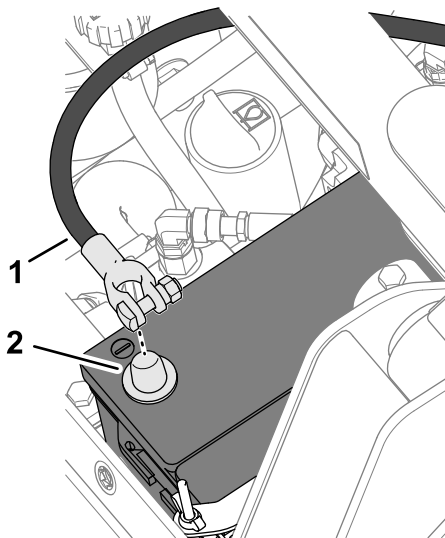

Figure 3
2. Desserrez l'écrou et le boulon en T qui fixent le câble négatif à la borne de la batterie (Figure 3), et débranchez le câble de la batterie.